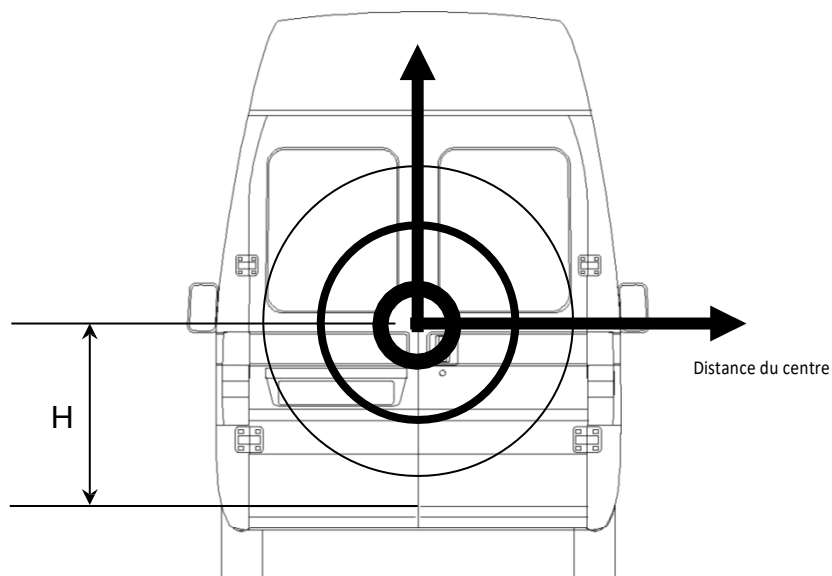

Fig.4
- Le positionnement du corps de serrure par rapport au bord inférieur de la porte "H" doit être tel qu'il maximise l'efficacité, donc le plus possible au centre de la porte (voir fig. 4) afin de réduire l'effet de levier.